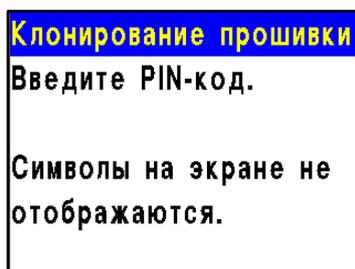

Рисунок 23 - Ввод PIN-кода для запуска клонирования программного обеспечения ППК
- 2.3.5. Прибор для подтверждения запрашивает pin-код. Необходимо ввести с клавиатуры код “**8266**” (рисунок 23)